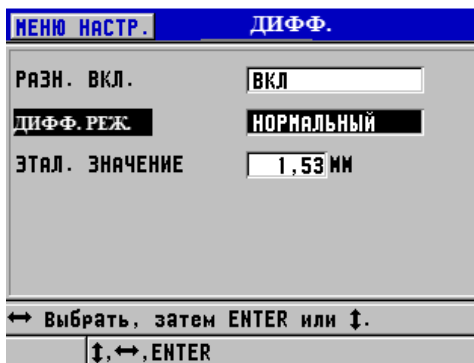

Рис. 7-2 Окно ДИФФ.
2. На странице диалогового окна **ДИФФ** (см. Рис. 7-2 на стр. 137):